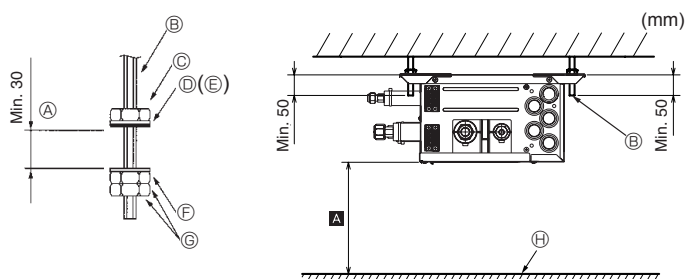

Fig. 6-1
- (2) Breng de ringen en moeren (①, ②, lokaal aan te schaffen) aan op de ophangbouten. (Fig. 6-1)
- (3) Hang de unit op de ophangbouten.
- (4) Draai de moeren volledig aan (controleer de hoogte ten opzichte van het plafond).
- (5) Stel de unit horizontaal af met een waterpas.
- ① Als de unit is opgehangen en de moeren zijn aangedraaid
② Ophangbout
③ Moer
④ Ring (met kussen) ①
⑤ Het kussen moet zich aan de onderkant bevinden
⑥ Ring (zonder kussen) ②
⑦ Moer (lokaal aan te schaffen)